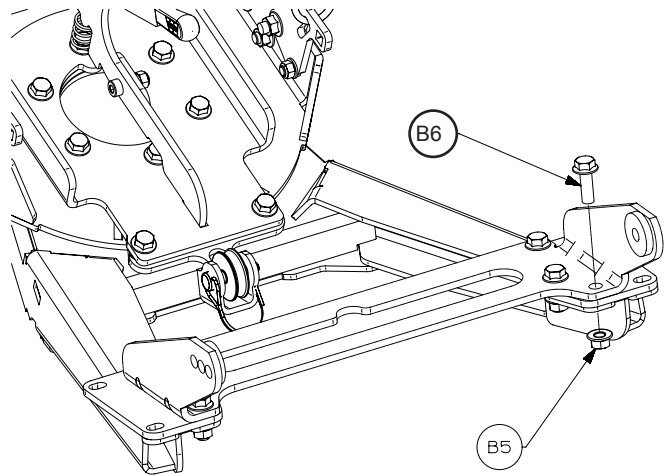

Figure 7
11. La bride de montage se trouve dans le kit de montage de lame. Positionner la bride de kit de montage de lame sur le tube poussoir. Poser les fixations (B5, B6), tel qu'illustré à la figure 7, en les serrant aux couples indiqués.
12. Installer la poulie (A9) à l'aide de la goupille fournie avec le kit de poulie. Voir la Figure 7.